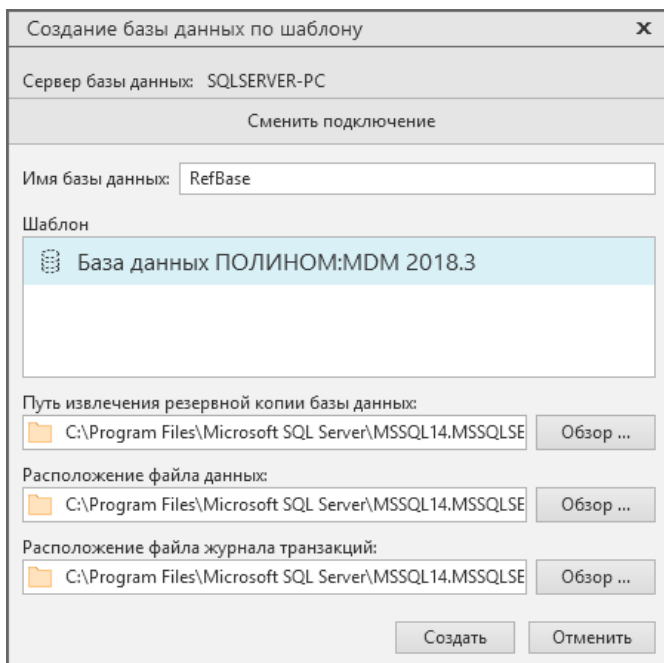

Рис. 4.47
6. Введите имя базы данных и выберите шаблон (рис. 4.47).